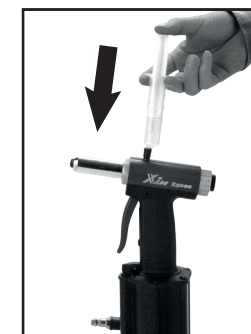

Abb.13, Einfüllen von Öl in die Nietzange mit einer Spritze
- In die Nietzange kann das Pneumatiköl direkt eingebracht werden, z. B. mit einer Spritze in die entsprechende Öffnung (Abb.13) (etwa 1 ml), die nachher durch Anziehen der Schraube mit Unterlegscheibe wieder verschlossen wird. Für kurzfristige Arbeiten muss dann kein Nebelöler benutzt werden. Diese Öleinfüllung ist jedoch vor der allerersten Inbetriebnahme, bei langfristiger Außerbetriebsetzung und Einlagerung der Nietzange für eine längere Zeit durchzuführen.